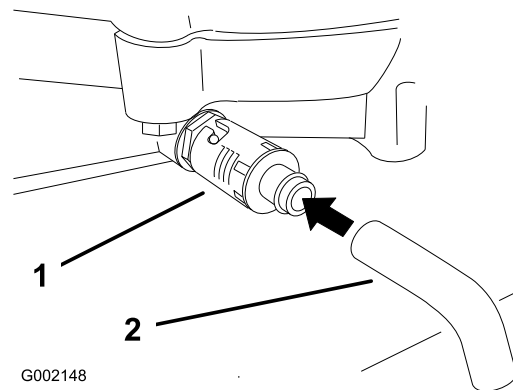

Рисунок 18
4. Поместите поддон под сливное отверстие. Поверните маслосливной клапан, чтобы дать маслу стечь (Рисунок 18).